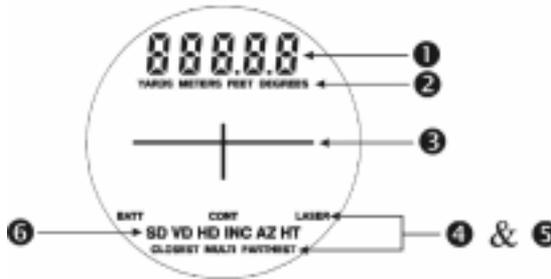

Figure 6
La Figure 6 illustre l'écran à cristaux liquides intégré à l'optique. Le logiciel interne du TruPulse est organisé en options. Chaque option représente une mesure ou une fonction de configuration spécifiques et possède un voyant indicateur d'affichage correspondant. Se reporter à la figure et à la table ci-dessous pour des informations sur chaque voyant indicateur.
2. Comparer l'écran intégré à l'optique à l'illustration de la Figure 6 (voir page 11) pour vérifier que tous les voyants indicateurs fonctionnent correctement.